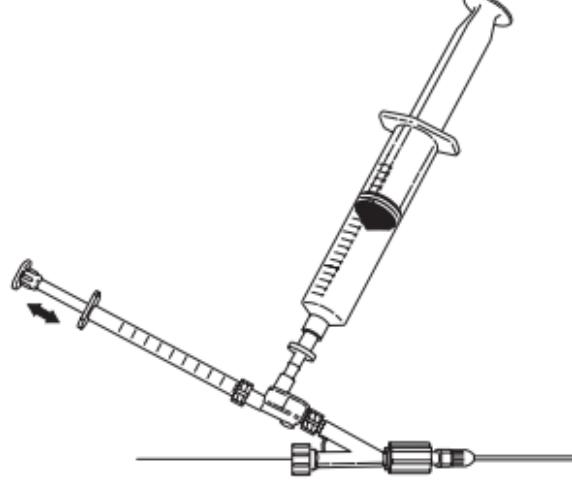

Fig. 8
- Pour administrer la solution, aspirer la dose souhaitée dans la seringue de 1 mL et injecter. Recharger la seringue de 1 mL et répéter la technique d'injection selon les besoins. (**Fig. 8**)